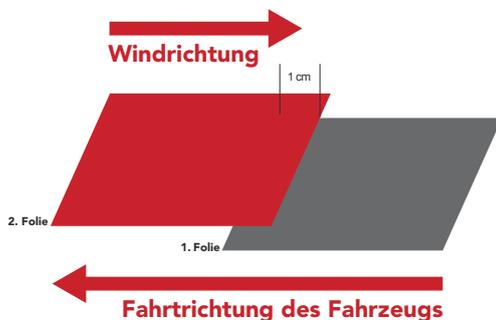

Abbildung 29
- Vertikale Verklebung auf einer beweglichen Fahrzeugfläche: Die Verarbeitung erfolgt stets von hinten nach vorn, die zweite Folie überlappt die erste usw. (Abb. 29)